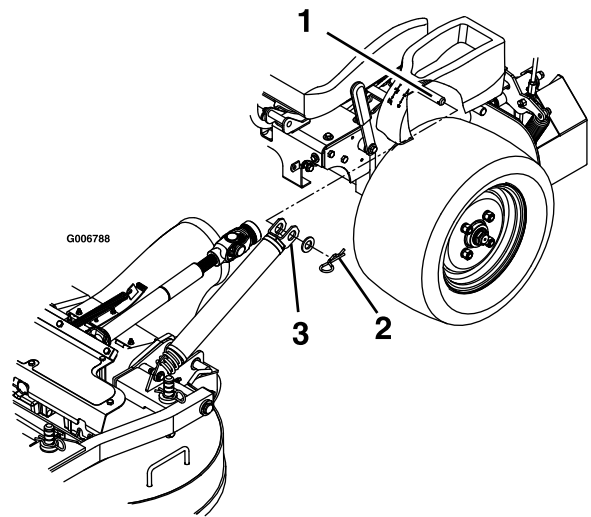

Figura 69
3. Retire las chavetas y las arandelas de la parte superior del muelle de elevación asistida en cada lado de la unidad (Figura 69).
8. Instale los muelles en las clavijas de anclaje situadas debajo de las consolas derecha e izquierda y sujételos con una arandela y una chaveta (Figura 69).